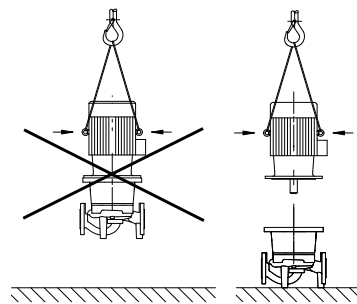

Fig. 7: Transporte del motor
- Las argollas de transporte del motor sirven solo para el transporte del motor, no para el transporte de toda la bomba (Fig. 7).